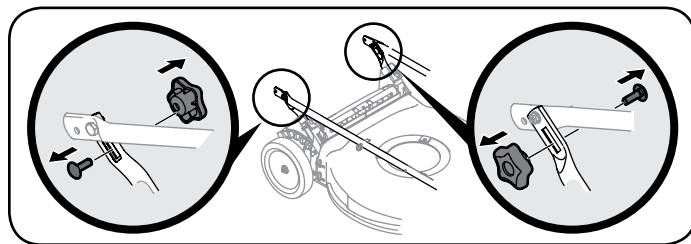
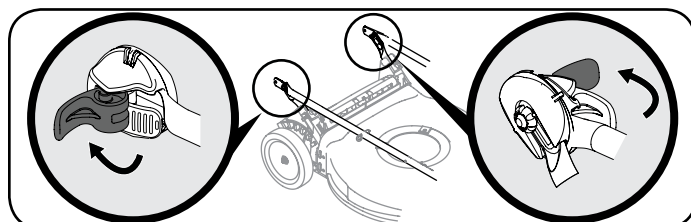

Figura 1
Figura 2
2. Realice uno de los siguientes pasos de acuerdo con las manijas que se muestran en la Figura 1 o la Figura 2:
- a. Manijas con perilla y pernos del carro: Retire la perilla y los pernos del carro. No afloje o quite los tornillos de cabeza hexagonal adyacentes. Vea la Figura 1.
- b. Manijas EZ-Fold: Las palancas de desenganche de la manija EZ-Fold se embarcan en posición destrabada. Vea la Figura 2. Siga con el Paso 3.